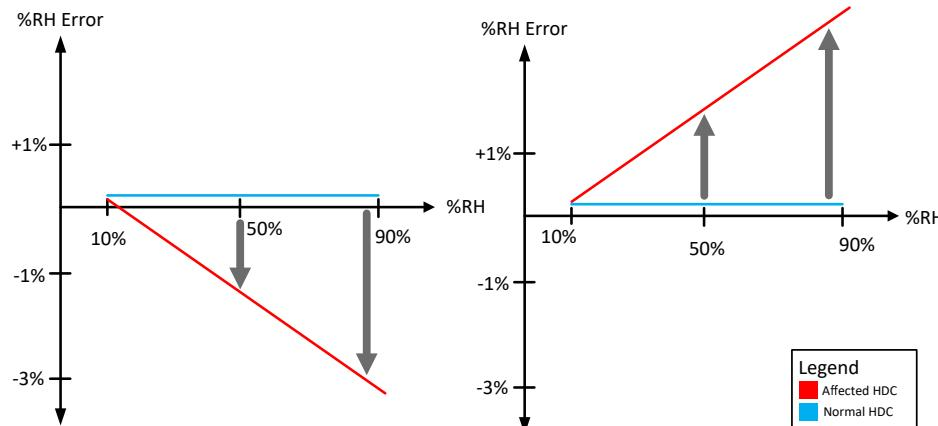

図 2-4. RH ゲイン誤差の例
- **RH ゲイン:**これは、湿度に対して一定でない RH 誤差のシフトを指します。例えば、正の RH ゲインは低湿度で RH 誤差が小さく、高湿度で RH 誤差が大きくなる一方、負の RH ゲインは低湿度で RH 誤差が大きく、高湿度で RH 誤差が小さくなります。図 2-4 に、RH ゲインの 2 つの例を示します。左側は負の RH ゲインの例で、右側は正の RH ゲインの例です。低い RH レベルではゲイン シフトの影響はほとんど見られませんが、RH が上昇するにつれてその影響がより顕著になります。実際の多くの状況では、RH オフセットと RH ゲインを組み合わせることができます。